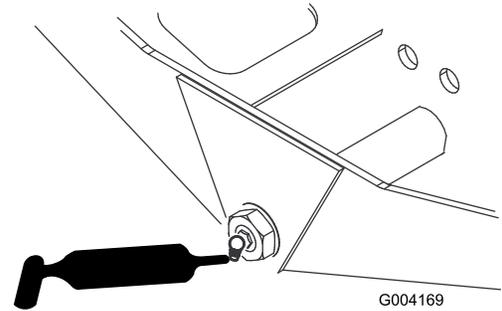

Figura 55
- Articulação da direcção do eixo (1) (Figura 55)